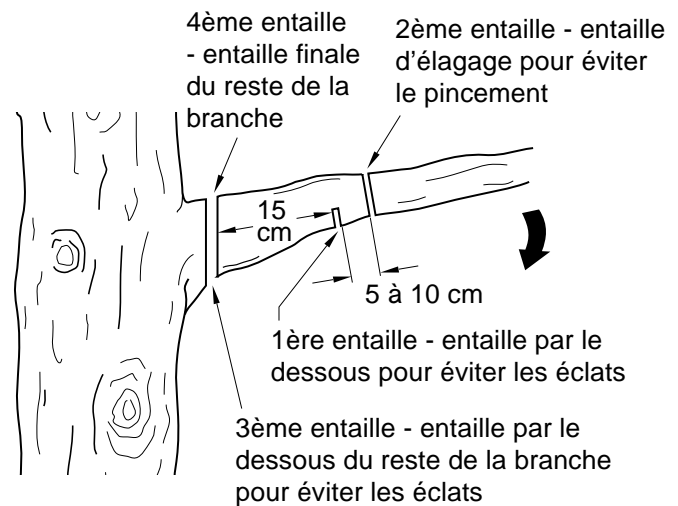

Figure 11 - Coupe d'une branche
1. Faire la première entaille à 15 cm (6 po) du tronc, sur le dessous de la branche. Utiliser le haut de la lame-guide pour faire cette entaille. Couper sur 1/3 du diamètre de la branche. (Voir la figure 11.)